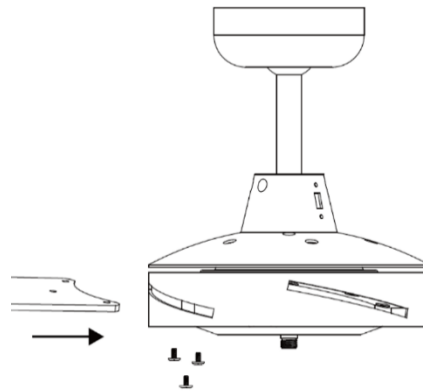

Fig. 6
3. Inserte el aspa por la ranura del elemento giratorio del conjunto del motor, alinee los 3 agujeros del aspa con los 3 agujeros del elemento giratorio, y use los 3 tornillos del aspa (retirados en el paso 1) para asegurarla al motor del ventilador apretándolos en la misma medida. (Tenga cuidado de no apretarlos excesivamente, ya que podría dañar las aspas). Fig. 6